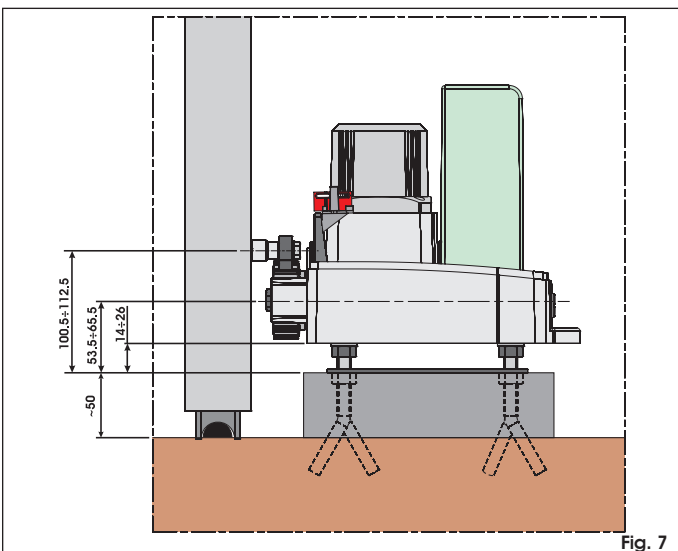
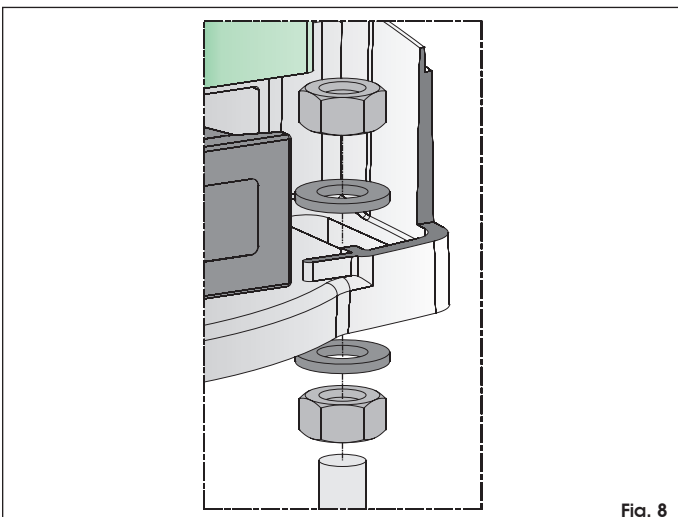

Fig. 7
Fig. 8
Het is raadzaam de plaat op een basis van cement op ongeveer 50 mm van de grond te plaatsen (fig. 7).
7. Bevestig de aandrijving op de basisplaat met behulp van de bijgeleverde schroeven en rondsels zoals aangegeven in fig 8. In fig. 7 is aangegeven hoe de aandrijving moet worden geplaatst. Haal tijdens deze handeling de elektriciteitskabels door het speciale gat aan de onderkant van de behuizing van de motorreductor.